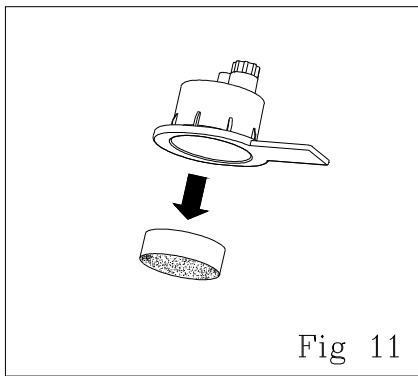

Fig 11
- 1) Il est nécessaire de retirer à chaque fois le reste de café après la fin de l'opération. Retirer l'ensemble de filtre ainsi que l'ensemble de filtre de poudre de café. Employer de l'eau douce pour nettoyer le support de cheminée et l'ensemble de filtre de poudre de café.< Fig. 11.>